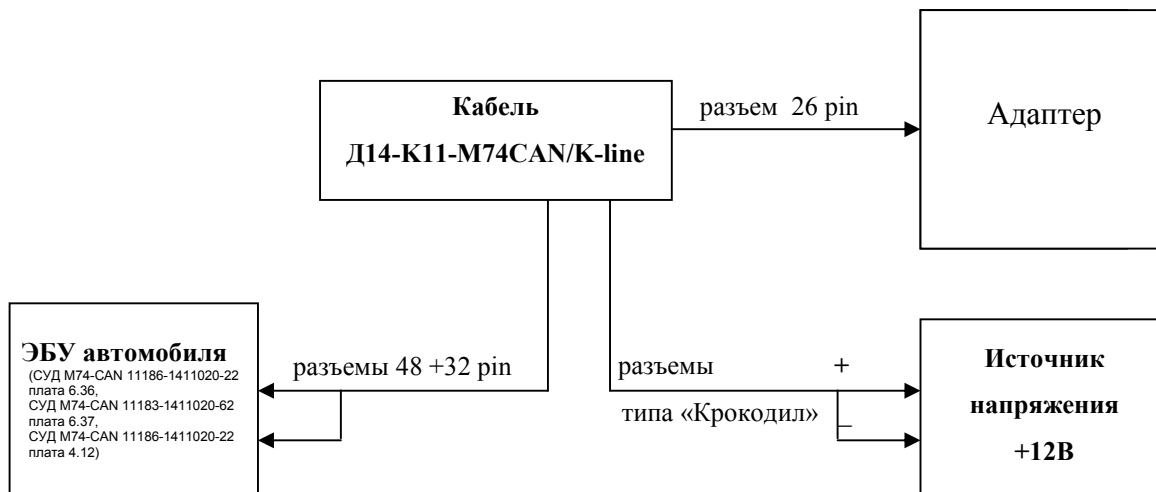

Рис. 1. Схема подключения
3.2 Подключить кабель Д14-К11-М74CAN/K-line к разъёмам ЭБУ и к адаптеру АМД по схеме (см. Рис.1);